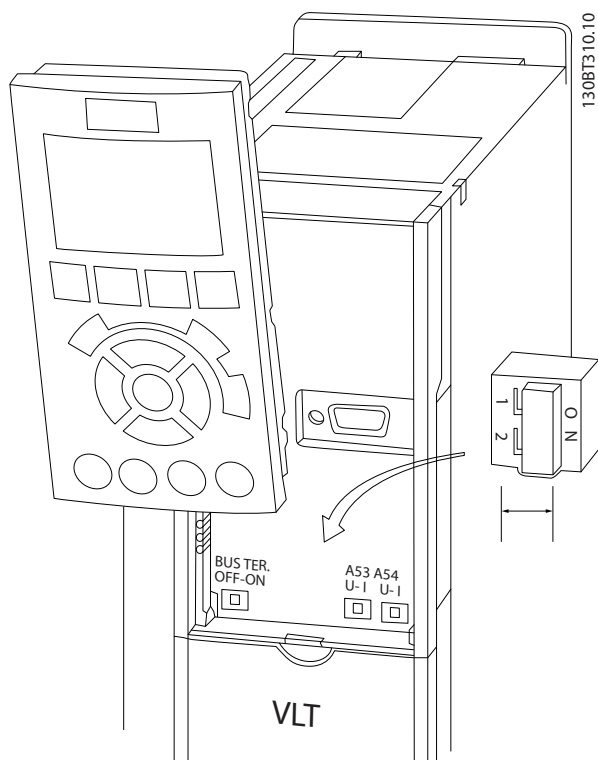

Рисунок 2.20 Расположение переключателей клемм 53 и 54
- Доступ к переключателям можно получить, сняв LCP (см. *Рисунок 2.20*). Обратите внимание, что некоторые дополнительные платы для устройства могут закрывать данные переключатели, и для изменения позиции переключателя их потребуется снять. Всегда отключайте питание устройства перед снятием дополнительных плат.